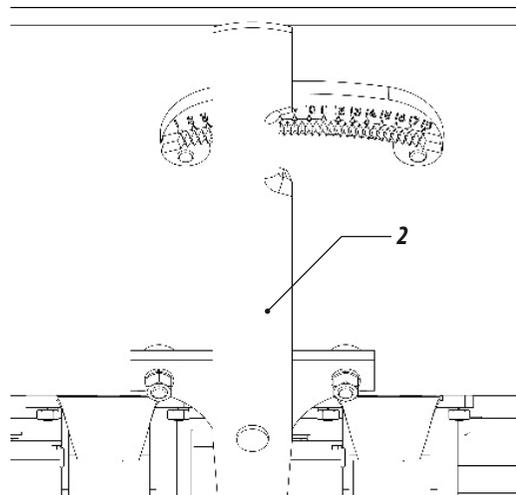

Figura 13
02 - A quantidade de semente é regulada através da alavanca (2) da FIGURA 13.